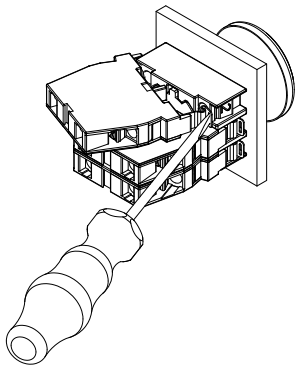

Fig. 8
1. Smontare gli elementi di contatto EF con l'ausilio di un cacciavite a testa piatta di taglia 2 (vedi Fig. 8).